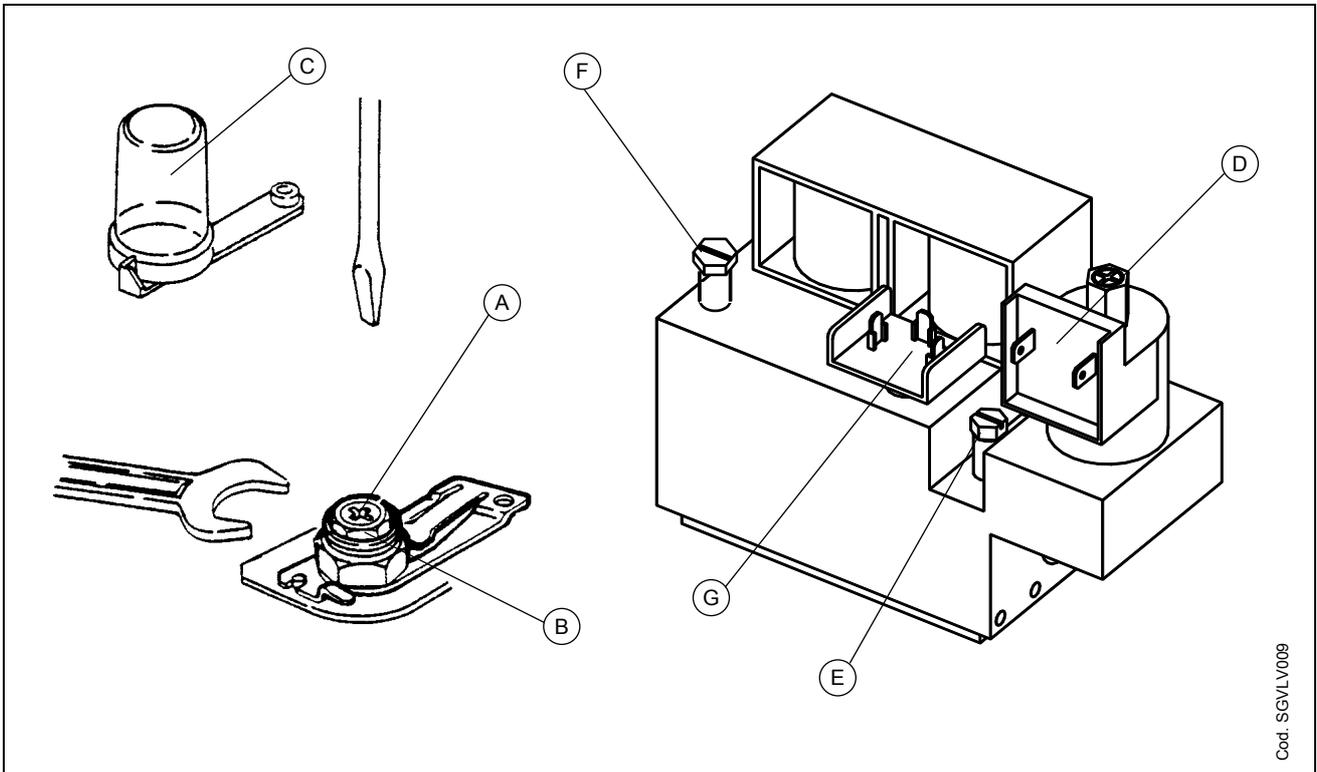

Рис. 16 – КЛАПАН SIT 836 ДВОЙНОЙ
Чтобы отрегулировать режим пониженной мощности выполнить следующие операции (см. Рис. 16):
- Чтобы отрегулировать медленное открытие выполнить следующие операции (см. Рис. 16):
- Отсоединить провод питания от катушки SMD (D). Это даст генератору возможность достичь давления пониженной мощности.
- Держать гайку (B) заблокированной и с помощью винта (A) отрегулировать давление медленного открытия на значение, показанное в Таблица 11 и Таблица 12 (предлагается использование отвертки).
- Вернуть на место пластмассовую крышку (C) и восстановить питание на катушке SMD.